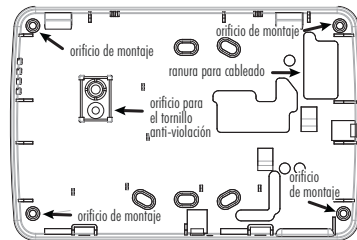

Figura 2 - Montaje de la placa trasera.
4. Fije la placa trasera del teclado a la pared utilizando los orificios de montaje. (Refiérase a la Figura 2.) Utilice los 4 tornillos proveídos excepto si el montaje es hecho en una caja eléctrica de encastre. Utilice los tirantes de retención de plástico proveídos si el equipo es montado en un panel de yeso. Si utiliza el dispositivo anti-violación del teclado, fije la placa anti-violación a la pared con un tornillo.